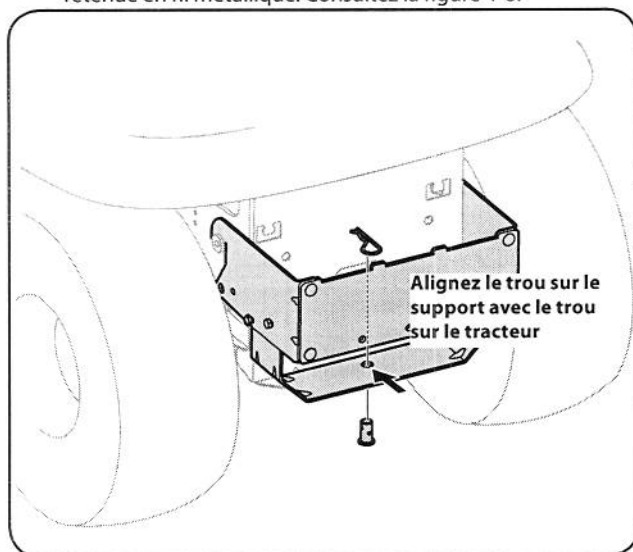

Figure 4-8
2. Installez l'axe à épaulement du jeu de montage 689-00087 dans l'attelage du tracteur et fixez-la avec une bague de retenue en fil métallique. Consultez la figure 4-8.